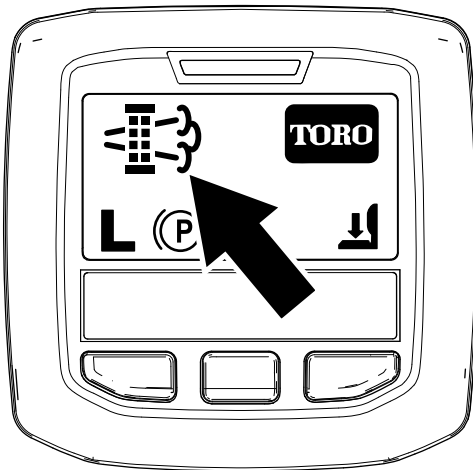

Figura 50
- Quando il computer del motore richiede una rigenerazione parcheggiata o una rigenerazione di recupero, nell'InfoCenter viene visualizzata l'icona della richiesta di rigenerazione (Figura 50).